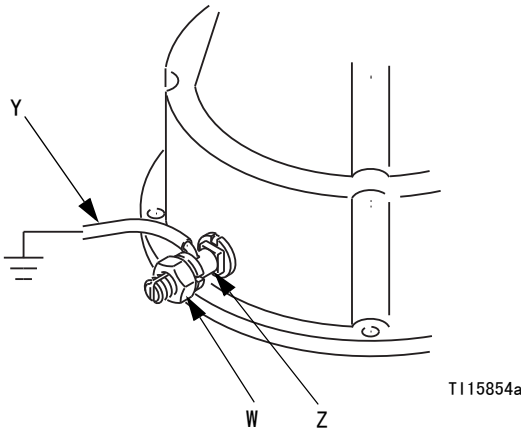

图 1 接地导线
泵：使用接地导线和夹子。参见图 1。松开接地板 (Z) 的防松螺母 (W)。将导线 (Y) 的一端插入接地板，并拧紧防松螺母。将接地夹子连接到实际接地端。订购编号为 237569 的接地导线和夹子。